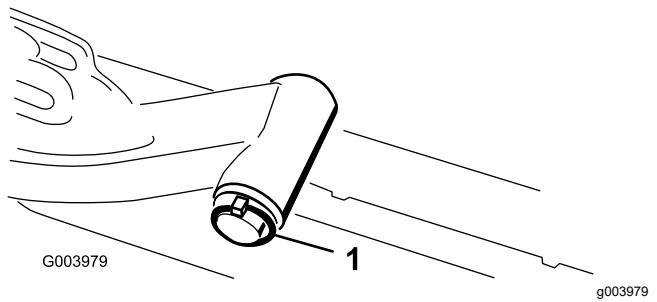

Figura 8
- A. Retire el pasador de seguridad y la arandela que fijan el eje pivotante del brazo de elevación al brazo de elevación, y deslice el eje pivotante fuera del brazo de elevación (Figura 8).
C. Introduzca el eje del brazo de elevación en el brazo de elevación y fíjelo con la arandela y el pasador de seguridad (Figura 8).